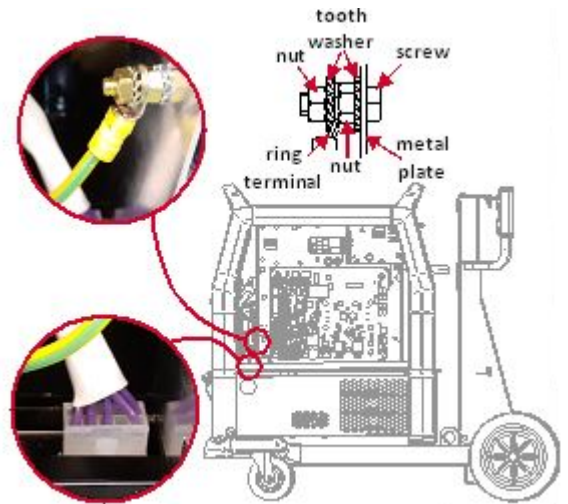

Рисунок 4
- Подключите 10-контактную вилку в розетку и прикрутите защитный заземляющий провод желто-зеленого цвета к болту заземления - открутите гайку M6, удалите зубчатую шайбу, установите кабель, установите зубчатую шайбу и закрутите гайку M6 (Рис. 4)